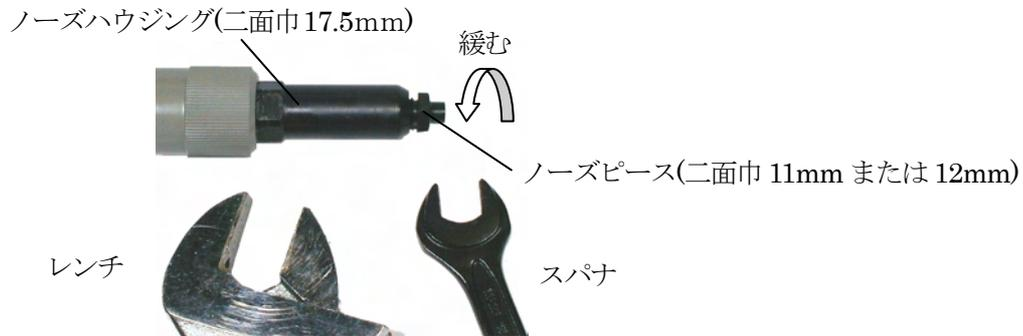

図7-4
- (1) レンチ及びスパナでノーズピースをノーズハウジングから取り外してください。（図7-4）